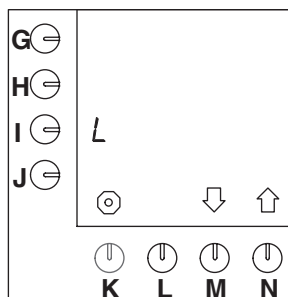

Fig. 22 Unité par défaut = L (litres)
- Il s'agit du paramètre par défaut (fig.22 ).